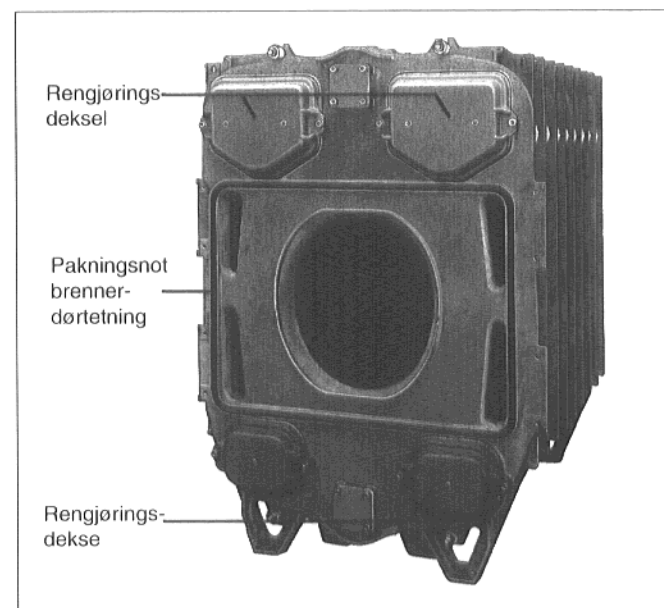

Fig. 25
- Rengjøringsdekselet settes på pineskruene og skrues på med mutre (fig. 25).
- Noen dråper lim (mat.-nr. 422841) påføres i pakningsnotene rundt åpningene til brennkammer og kanaler på forelementet i avstand på 15 til 20 cm (fig. 25).
- Legg GP-pakningsnoren inn i pakningsnoten på forelementet (fig. 25).